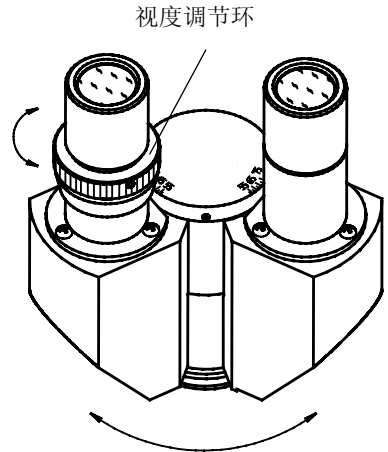

图 5
- 1) **视度调节** 通过位于左目筒上的视度调节环，可以修正不同使用者双眼视度的个体差异，见图 5。利用 20X 的物镜，单独用右眼观察样本，调焦至成像清晰。然后用左眼观察，慢慢调节视度调节环使左眼也能观察到清晰的像。
- 2) **适当的瞳距**能带来舒适的观察效果。瞳距的调节通过铰链式的双目镜筒“折叠”来实现，参照图 5。